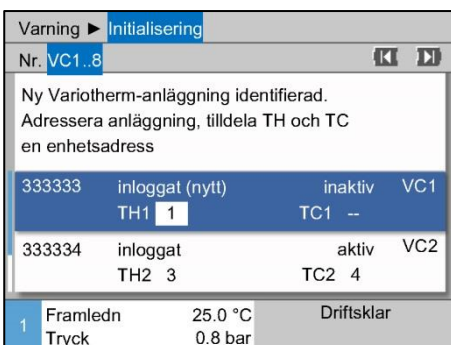

Bild 21: Tilldela adress TH
3. Använd knappen för att gå till adressen till TH och tilldela en anmäld adress. (→ Bild 21 tilldela t.ex. adress 1 vid TH1)